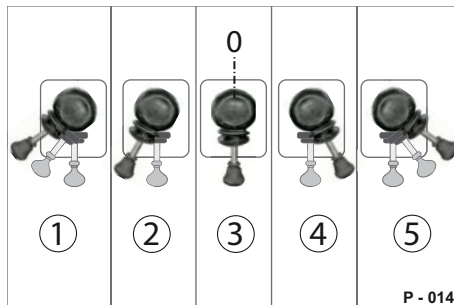

Abb. 38 Ventilhebel-Stellungen
- ▶ Drehen Sie den Ventilhebel zwei Stufen gegen Uhrzeigersinn (Abb. 38/5).
- ▶ Drehen Sie den Ventilhebel bei erreichter Höhe um eine Stufe zurück in die Stopp-Stellung (Abb. 38/4).
- ▶ Drehen Sie den Ventilhebel im Uhrzeigersinn (Abb. 38/1).
- ▶ Drehen Sie den Ventilhebel bei erreichter Höhe um eine Stufe zurück in die Stopp-Stellung (Abb. 38/2).